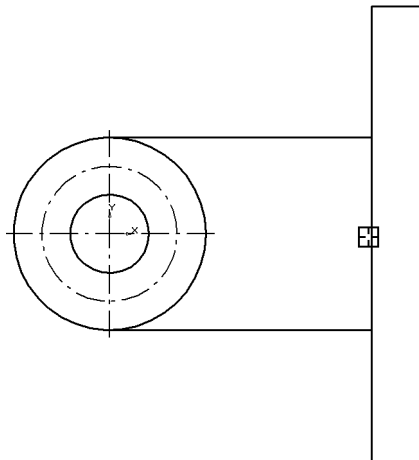

Рис. 51.14.
- 10.2. В ответ на запрос системы **Укажите участок кривой, который нужно удалить** щелкните по лишнему участку прямоугольника, как это показано на рис. 51.14.